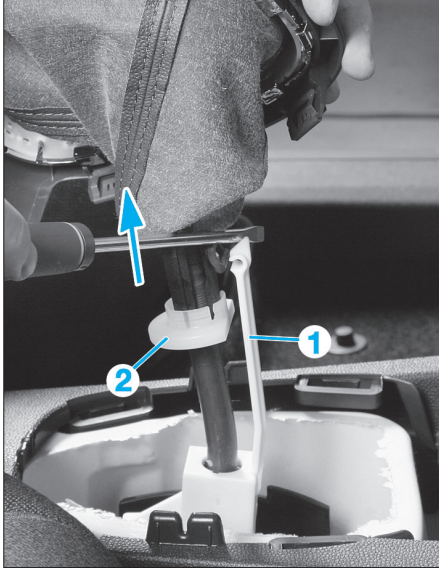

Fig. 7
- Dégrafer le raccord du verrouillage de marche arrière (1) du pommeau de levier de vitesses (Fig.7).